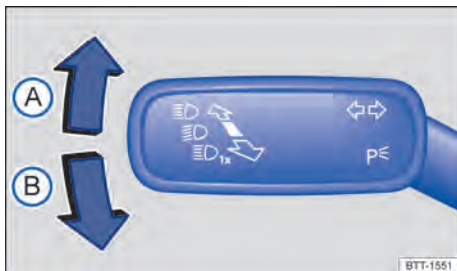

Fig. 73 A la izquierda en la columna de dirección: palanca de los indicadores de dirección y del farol alto.
- Colocar la palanca de los intermitentes y de la luz de carretera de la posición central a la siguiente posición → fig. 73:
- (A) Luz de estacionamiento derecha encendida.
- (B) Luz de estacionamiento izquierda encendida.